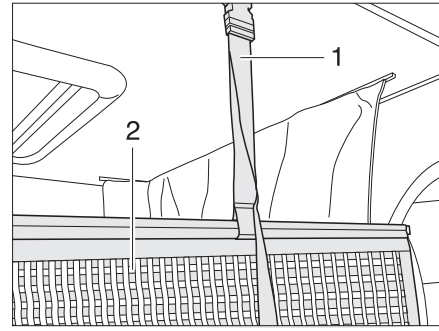

Fig. 174 Soporte red de seguridad
La red de seguridad (Fig. 174,2) con los cinturones de sujeción está guardada debajo del colchón. Tender la red de seguridad cuando las personas ya se encuentren en la cama elevada.
- Engatillar los cinturones de sujeción (Fig. 174,1) en los soportes en el techo.